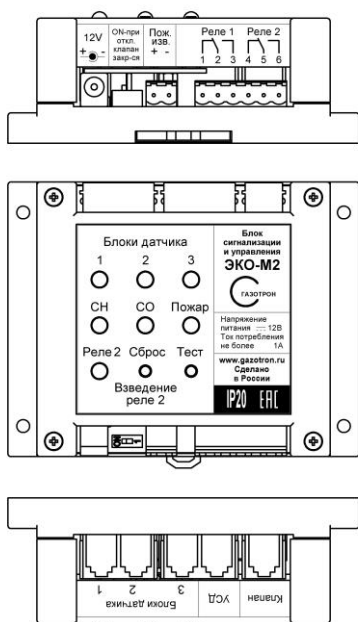

Рисунок 1 – Внешний вид БСУ
1.1.2. К БСУ можно подключить (см. рисунок 1):
- блок(и) датчика загазованности СИКЗ-И-О-И (II) ТУ 4215-009-07566348-
На передней панели БСУ (рисунок 1) расположены:
⚠ ВНИМАНИЕ! Кабель, соединяющий БД с БСУ, подключать к розетке "УСД" БД (см. рисунок 1).